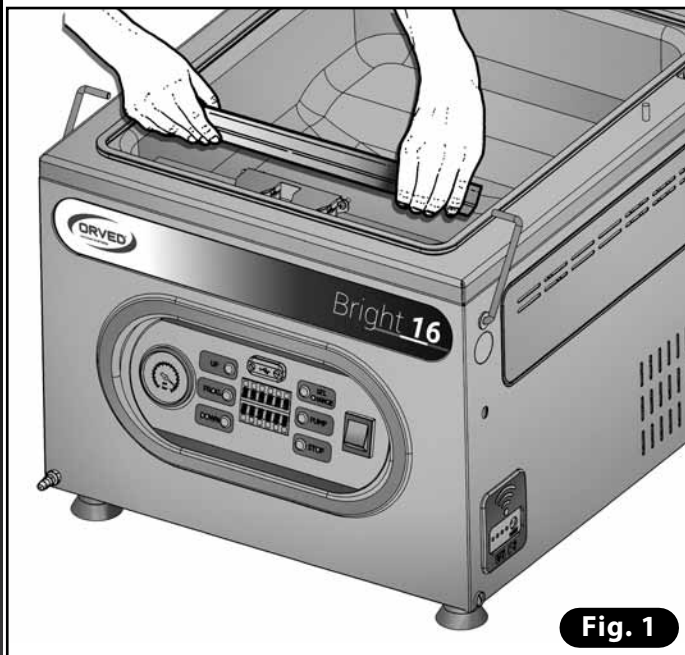

Fig. 1
- 1) Extraire la barre de soudure en la soulevant horizontalement aux deux extrémités (**Fig. 1**).